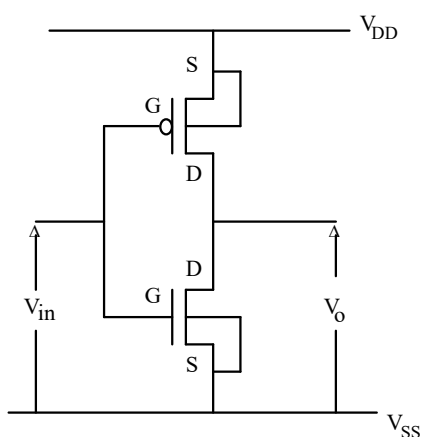
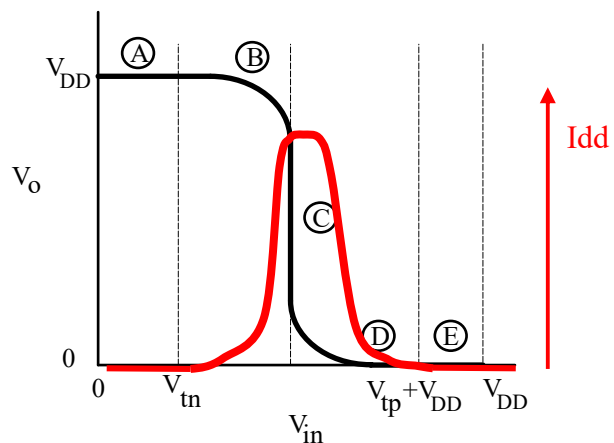

Figura 1
Figura 2
O inversor CMOS é formado por um transistor NMOS e um PMOS, como mostrado no diagrama esquemático da figura 1. É constituído de transistores n e p que apresentam quatro terminais elétricos: porta (G), dreno (D), fonte (S) e substrato (B). Suas curvas de transferência ($V_{out} \times V_{in}$) e de corrente ($I_{dd} \times V_{in}$) são apresentadas na figura 2.
A equação 3, referente à região C, também corresponde, neste modelo simplificado, ao valor de $V_o = V_{in}$, também denominado de valor do limiar lógico, V_M , no livro-texto é também chamado de V_{th}). Ela mostra de que forma a relação k_n/k_p (portanto as dimensões relativas entre os transistores NMOS e PMOS) afeta o valor de V_M do inversor. A região de transição C da Figura 2 move-se da esquerda para a direita com a redução de k_n/k_p . No caso, $k_n = k_n' \frac{W_n}{L_n} = \mu_n C_{ox} \frac{W_n}{L_n}$ e $k_p = k_p' \frac{W_p}{L_p} = \mu_p C_{ox} \frac{W_p}{L_p}$.